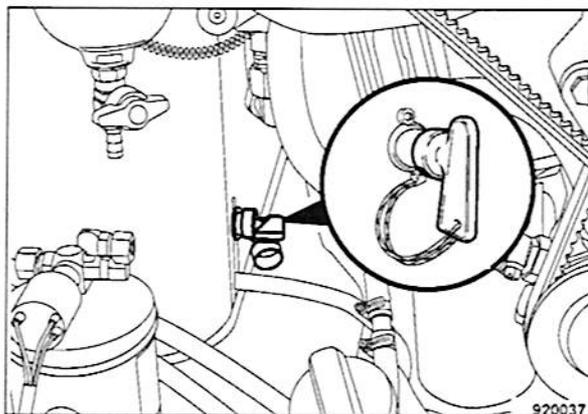

Fig. 49
- Insertar y encajar el interruptor principal de batería (Fig. 49).